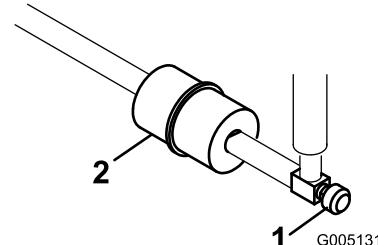

图46
内置式滤清器放置到油箱与化油器之间的燃油管内（图46）。确保滤清器上的箭头指向油箱外面。
1. 关闭燃油切断阀，拧松滤清器化油器侧的软管夹，然后从滤清器中取出燃油管线（图46）。
2. 在过滤器下面放置一个放油盘，拧松剩余的软管夹，然后拆下过滤器（图46）。